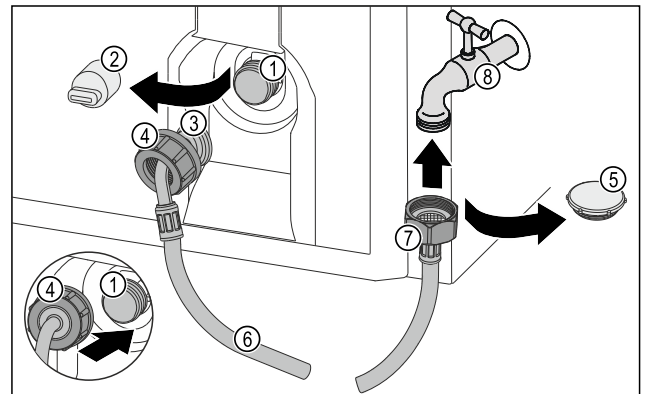

Fig. 63
- ▶ Снимите заглушку Fig. 63 (5).
- ▶ Прямой конец шланга Fig. 63 (7) подсоедините к крану для воды Fig. 63 (8).
- ▶ Навинтите гайку на прямом конце шланга Fig. 63 (7) по часовой стрелке.